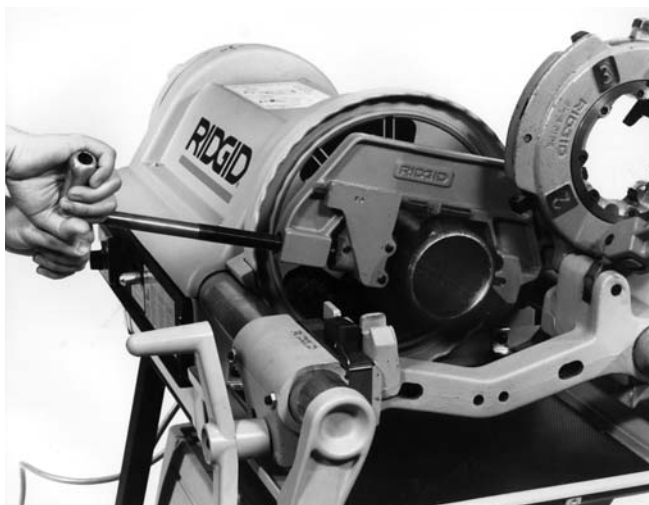

Figura 6 – Corte de un tubo con la Cortadora No. 764
5. Adopte la postura correcta para trabajar (*Figura 6*).
7. Agarre el mango del tornillo de alimentación de la cortadora con ambas manos (*Figura 6*).